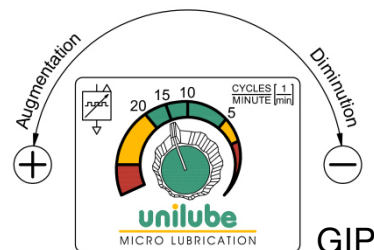

Fig. 6: Générateur d'Impulsions Pneumatique – Réglage de la cadence (5 ÷ 20 imp/min)
3.2 Réglage de la cadence : le Générateur d'Impulsions Pneumatique (fig. 4 & 6 GIP) pilote la micro pompe de dosage ; celle-ci est réglée en continu avec le bouton rotatif de 0 à environ 60 impulsions/minute (plage de travail optimale : 5 ÷ 20 impulsions/minute, fig. 6 vert). Avec un distributeur de pompe électrique (option, fig. 3 DPO), la cadence de la micro pompe de dosage est assurée par la commande de la machine. Avec une durée d'enclenchement fixe (env. 0,5 seconde), la variation de la durée de coupure permet de régler la quantité de lubrifiant requise pour les différents processus (voir le SCHÉMA DE COMMANDE « Débit programmable du Système de Lubrification Minimale »).
- générateur d'impulsions pneumatique: 20 impulsions/minute ($\hat{=}$ 20 courses du piston/min, fig. 6 & 10)
- 5.2.4 Augmenter la cadence du générateur d'impulsions à env. 90 impulsions/minute (fig. 6 et chapitre 3.2). Pour les modèles avec distributeur de pompe électrique (option), sélectionner le paramétrage de purge au sein de la commande de la machine.